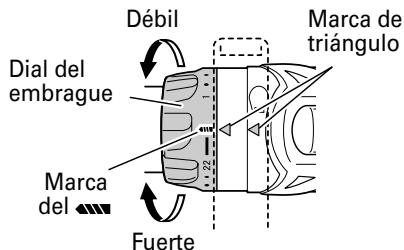

Fig. 10
8. Confirmar la posición del dial del embrague (Ver la Fig. 10).
## (2) Indicación del par de apriete (Consulte la Fig. 10)
- (3) Ajuste del par de apriete (Consulte la Fig. 10)